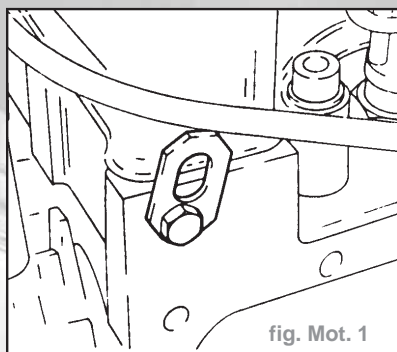

fig. Mot. 1
- Déposer les œillets de suspension avant et arrière du moteur pour le levage (fig. Mot. 1).